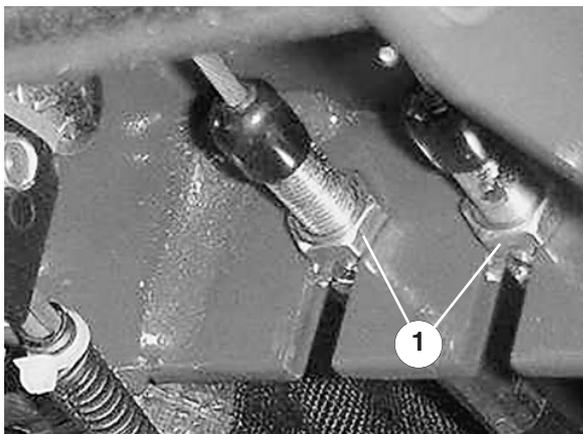

Bild 45
1. Lösen Sie zum Reduzieren des Spiels—zum Anziehen der Bremsen—die vordere Mutter am Gewindeende des Bremszugs (Bild 45). Ziehen Sie dann die hintere Mutter fest, um den Zug nach hinten zu bewegen, bis die Bremspedale ein Spiel zwischen 13 und 25 mm aufweisen. Ziehen Sie die vordere Mutter fest, wenn die Bremsen einwandfrei eingestellt sind.